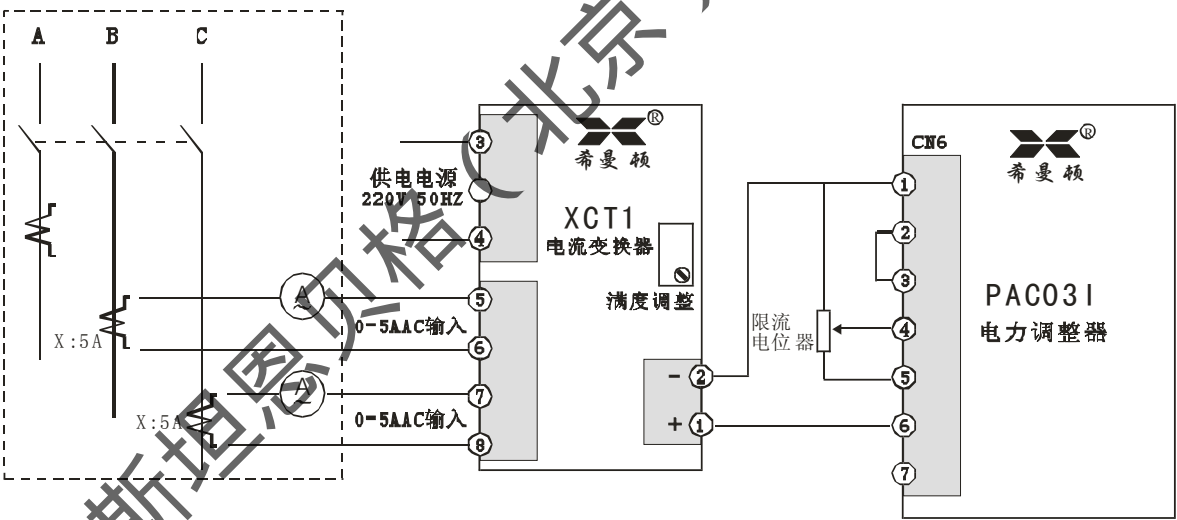

图 9 XCT1 与 PAC03I 接线图
6.1.1 通过 XCT1 实现电流限制功能，参照图 9，调试步骤如下：
XCT1 是通过借助客户系统中显示三相电流的互感器的其中两路的次级 5A 变换成 0-5VDC。此互感器通常为初级 1 匝，次级为 5A AC，如遇到初级非 1 匝情况时，XCT1 变换出来的 0-5VDC 会有较大偏差，从而影响限流和过载报警的效果。这时参见图 9，首先将负载电流增大到额定最大，通过调整 XCT1 的满度电位器，使 XCT1 的 1、2 间的输出直流电压为 5V，从而保证转换对应关系准确。类似的情况如互感器选择不当等均可按此法重新标定。
6.1.2 通过 XCT1 实现电流过载保护功能。如图 9 接好后，开始正式运行时，如下进行过载保护电流值设定和运行